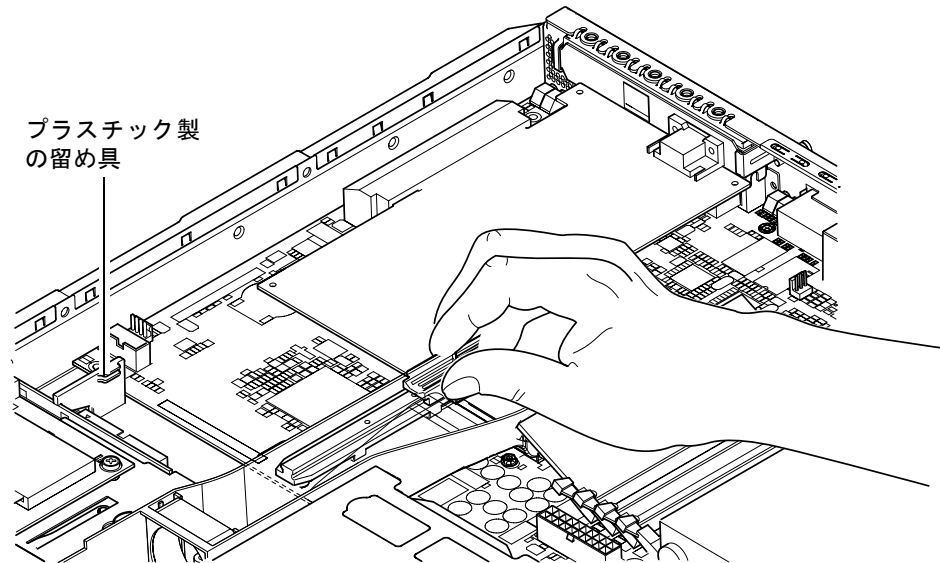

図 4-8 PCI カードおさえ、PCI カード支えレール、プラスチック製留め具
6. PCI カードおさえを PCI カード後部の位置にずらして、カードが曲がらないようにします (図 4-8 を参照)。
フルサイズの PCI カードの場合は、図 4-8 に示すプラスチック製の留め具の溝にカードを差し込みます。これによって、フルサイズのカードが支えられます。
3. PCI カード支えレール上の PCI カードおさえをずらして、PCI カードから外します (図 4-8 を参照)。